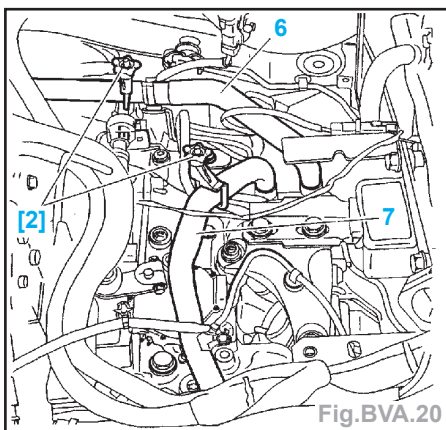

Fig.BVA.20
• le calculateur de direction assistée électrique (4).
• la batterie (1) et son bac à batterie (3),
• le boîtier filtre à air (5).
- A l'aide du jeu de pinces durits [2], pincer les durits (6) et (7) (Fig.BVA.20).